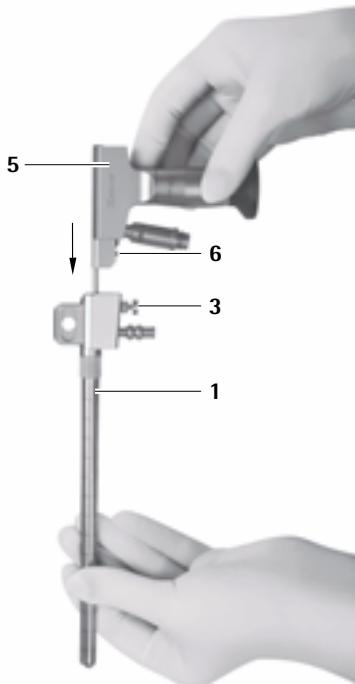

Рис. 2
- ▶ Зафиксировать эндоскоп 5 в троакаре MINOP inVent 1, см. Рис. 2.